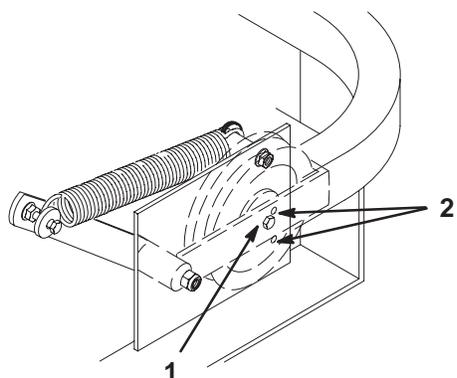

**Figure 58**
2. Retirez la barrette de retenue de l'embrayage du bâti de la machine et débranchez la borne de l'embrayage du faisceau de câblage (Fig. 58).
3. Déposez la courroie d'entraînement de PdF de l'ensemble bras de tension arrière et poulie de tension avant. Déposez la courroie d'entraînement de PdF (Fig. 58).
4. Installez la courroie d'entraînement neuve sur l'embrayage, autour de la poulie de tension arrière, dans l'ensemble bras de tension arrière, dans l'ensemble poulie de tension avant et sur la poulie centrale supérieure (Fig. 58).
**Important** Vérifiez le vrillage de la courroie entre les poulies. Il doit être conforme aux spécifications de la Figure 58.
5. Posez la barrette de retenue de l'embrayage et branchez la borne de l'embrayage au faisceau de câblage (Fig. 58).